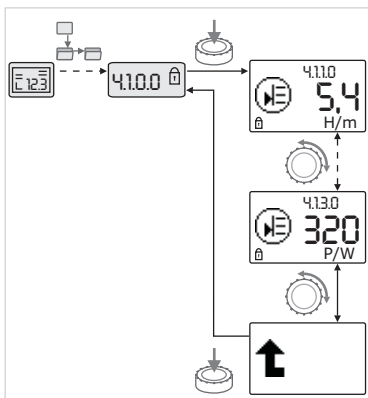

Fig. 39: Κλήση πληροφοριών
- Περιστρέφοντας το κουμπί χειρισμού μπορείτε να ενεργοποιήσετε τα στοιχεία μενού του τύπου "Πληροφορίες" του τρέχοντος υπομενού (βλέπε Fig. 39). Για επεξήγηση των ρυθμίσεων που αναπαρίστανται με σύμβολα, βλέπε τον πίνακα στο κεφάλαιο 8.7 «Κατάλογος στοιχείων μενού» στη σελίδα 42.